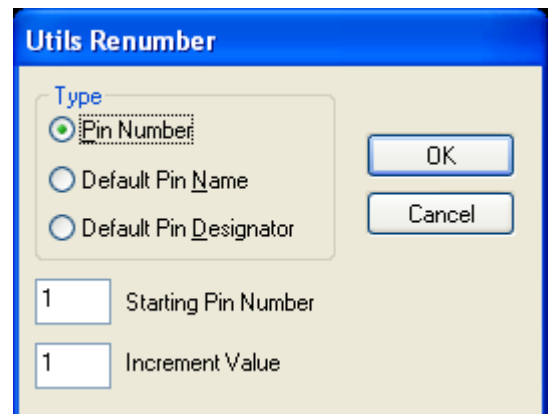

Рис. 4.15 - Диалоговое окно **Utils Renumber** перенумерации контактов
- При необходимости **перенумерации контактов** выполняется команда **Utils / Renumber** или нажимается клавиша , вызывающая диалоговое окно **Utils Renumber** (рис. 4.15).